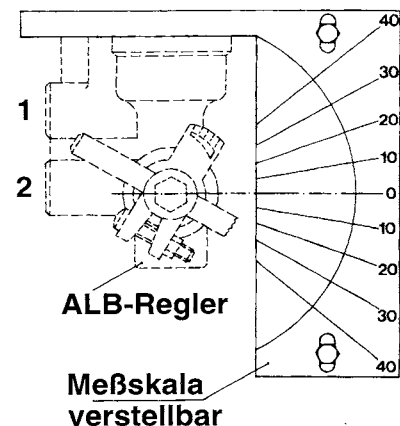

Abb. 1
- 1.1 Die Prüfschablone in den Schraubstock einspannen. Das Gerät in der Prüfschablone befestigen und den Nullpunkt der Maßskala auf den Mittelpunkt der Welle des ALB-Reglers ausrichten. (Vgl. Abb.1)